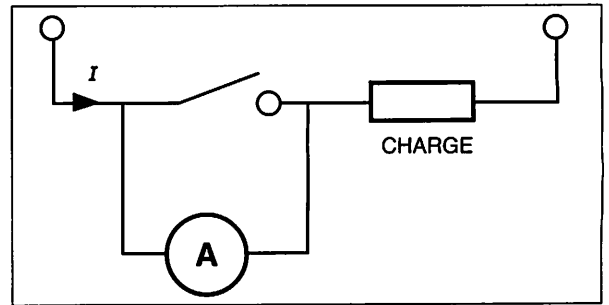

Fig. 24.07 : Protection lors du changement de calibre de l'ampèremètre.
- soit encore placer aux bornes de l'ampèremètre un interrupteur qui sera fermé lors du changement de calibre (cf. fig. 24.07).